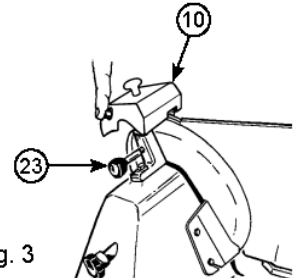

Fig. 3
Après avoir vérifié la présence de bavures, mettez l'interrupteur (5) en marche et appuyez doucement sur le bouton pendant environ 3 secondes pour retirer la bavure produite pendant l'affûtage. Remettez le bouton gradué (6) en position "0". • Après affûtage, remontez le module aiguiser (9) dans sa position d'origine, voir Fig. 3 et nettoyez le bord de la lame et les roues avec de l'alcool. • Après plusieurs opérations, enlevez tout résidu de la meule d'affûtage avec de l'alcool et une brosse.